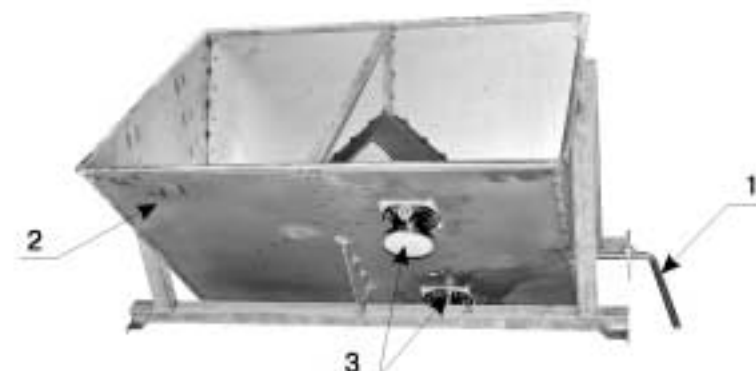

Рис. 11
4.7. Бункер загрузочный (рис. 11) служит для накопления материала и его равномерной подачи по всей ширине на верхний стан машины.